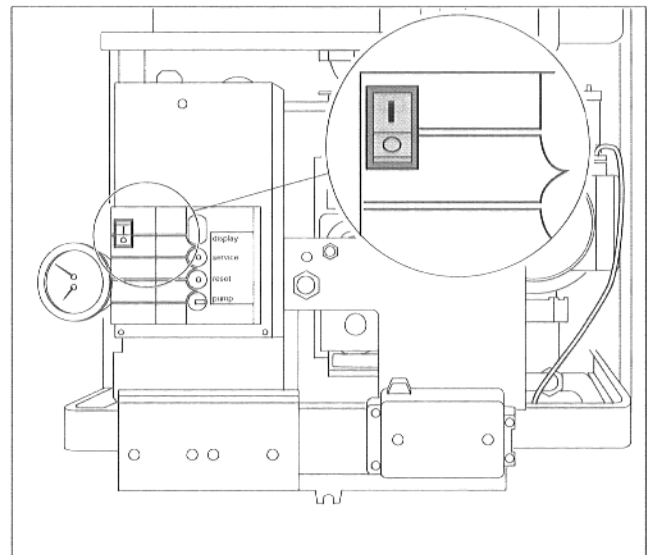

Abb. 19 Brenner zünden
- Netzschalter in Stellung „I“ stellen (Abb. 19).